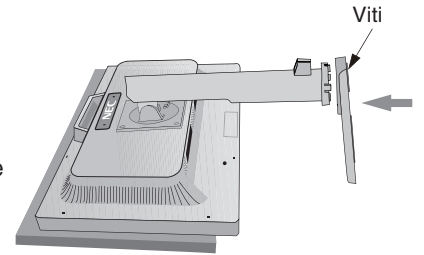

Figura 2
3. Montare il supporto della base al monitor LCD e fissare le viti della parte inferiore del supporto della base (**Figura 2**).